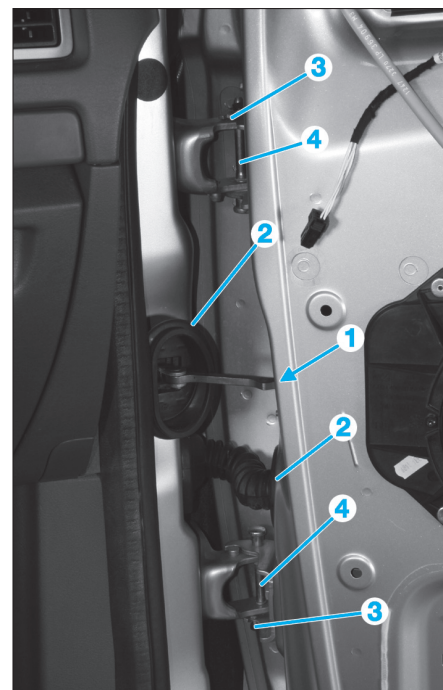

Fig. 89
- Déposer la vis (1) du tirant de porte (Fig.89).
- Dégrafer les soufflets d'étanchéité (2).
- Déposer les circlips (3).